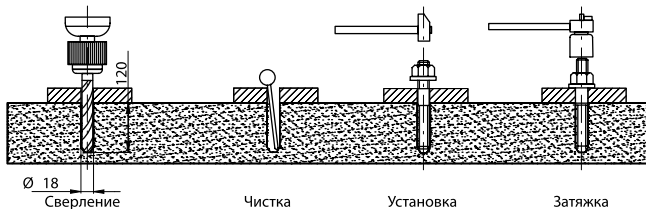

Рисунок 5 – Установка анкерных болтов
8. Буром по бетону диаметром 3/4" просверлите через крепёжные отверстия в опорной плите одной стойки отверстия в бетоне под анкерные болты (минимальная глубина 120 мм) и установите анкерные болты (рис. 5).